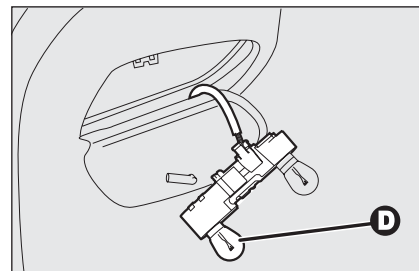

fig. 35
- rimuovere e sostituire la lampada interessata spingendola leggermente e ruotandola in senso antiorario **fig. 35**: